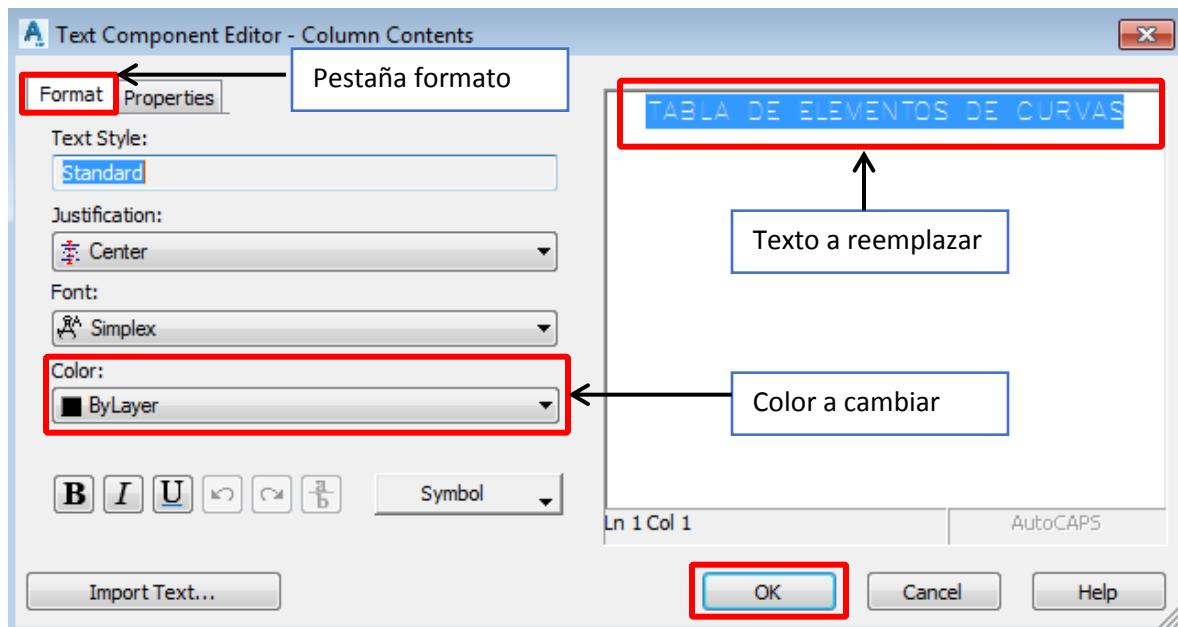

Figura No. 89. Edición encabezado de tabla de elementos
- Continuando en la **Pestaña “Data Properties”**, damos doble clic sobre el texto “<[Name(CP)]>” de la sección “Structure”, se inicia la ventana “Text Component Editor – Column Contents” y borramos el texto que tiene por defecto y lo reemplazamos con “TABLA DE ELEMENTOS DE CURVAS”, damos clic en la pestaña “Format” y en el ítem “Color” =ByLayer. Finalizamos dando clic en el botón “OK” (ver figura No. 89).
De igual forma vamos a editar cada encabezado que se muestra por defecto, damos doble clic sobre el texto “Number” de la sección “Structure”, se inicia la ventana “Text Component Editor – Column Contents” y borramos el texto que tiene por defecto y lo reemplazamos con “TIPO”, damos clic en la pestaña “Format” y en el ítem “Color”= ByLayer. Finalizamos dando clic en el botón “OK” (ver figura No. 89).